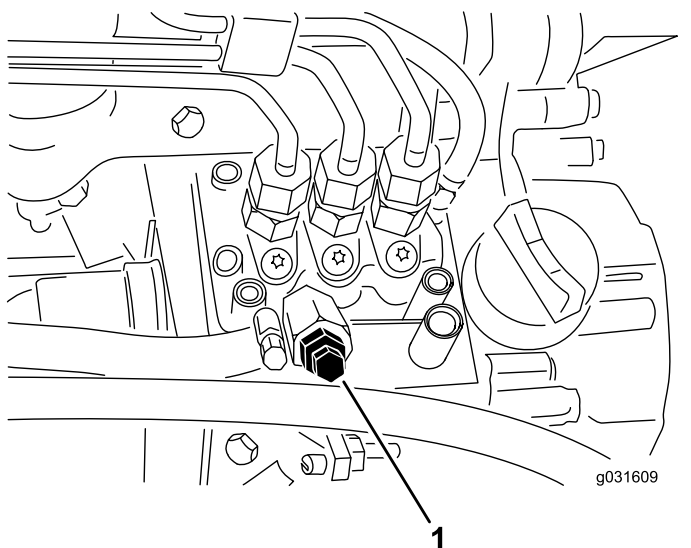

Bild 54
4. Öffnen Sie die Entlüftungsschraube an der Kraftstoffeinspritzpumpe (Bild 54).